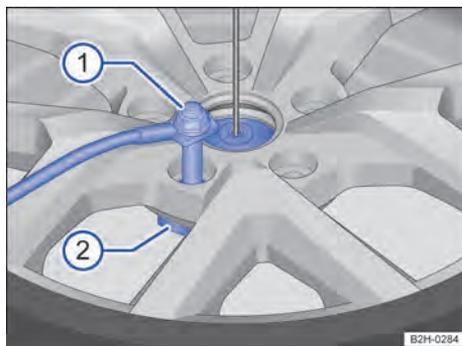

Fig. 194 Rueda de auxilio o de emergencia: colocar el tornillo de seguridad.
- Enrosque el tornillo de seguridad → Fig. 194 ① en el soporte para llantas en el sentido de las agujas del reloj.